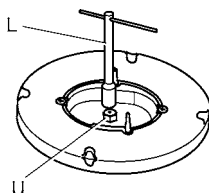

Fig.8
- Mit einem geraden Schlüssel L die Düse U aufdrehen (Abb. 8) und durch die entsprechende Düse ersetzen.